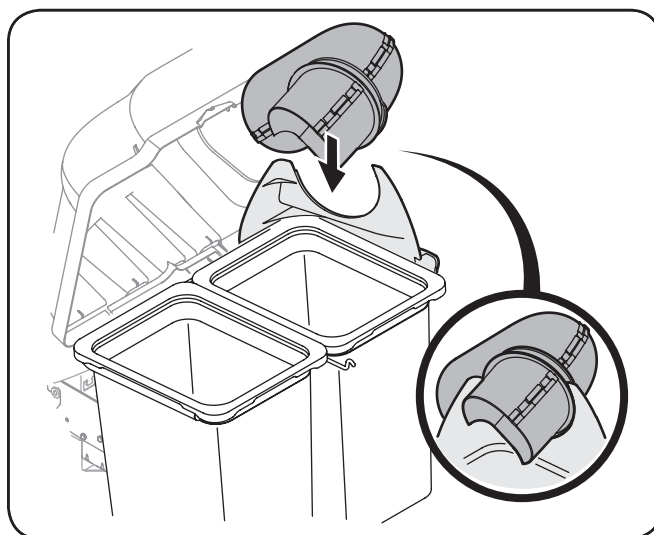

Figure 4-25
14. Avec le couvercle de la goulotte de descente ouverte, installez la goulotte supérieure sur l'adaptateur de goulotte de descente, et déposez-le dessus afin que le support de la goulotte de descente repose dans la gorge de la goulotte supérieure. Consultez la figure 4-25.